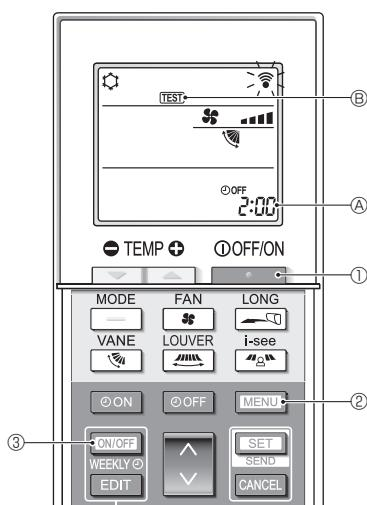

Fig. 7-5
7.2.2. Utilizar o controlo remoto sem fio (Fig. 7-5)
- Prima o botão ① para parar o aparelho de ar condicionado.
- Se o temporizador semanal estiver activo (WEEKLY aceso), prima o botão ③ para o desactivar (WEEKLY apagado).
- Prima o botão ② durante 5 segundos.
- Prima o botão ②.
- TEST ③ acende e a unidade entra no modo de teste de funcionamento.